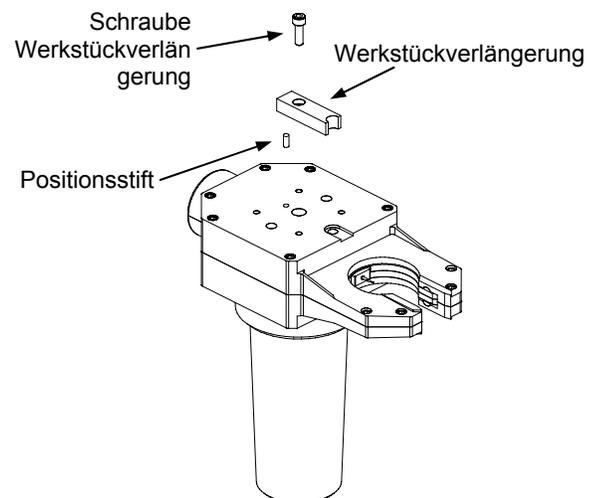

Abbildung 31 Entfernen der Werkstückverlängerung
3. Entfernen Sie die Werkstückverlängerungs-Schraube samt Sprengring und Werkstückverlängerung. Prüfen Sie, ob die Werkstückverlängerung frei von Kerben, Abnutzungen und Beschädigungen ist. Siehe Abbildung 31.